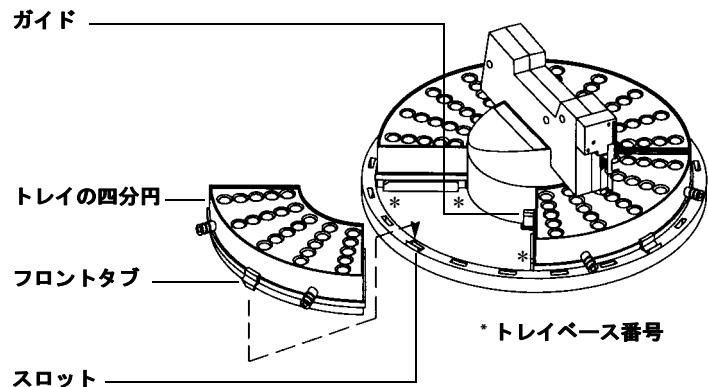

図22 トレイの四分円を取り付ける
- 3 トレイの四分円を取り付けます(図22)。四分円の番号がトレイのベース番号と一致していることを確認します。